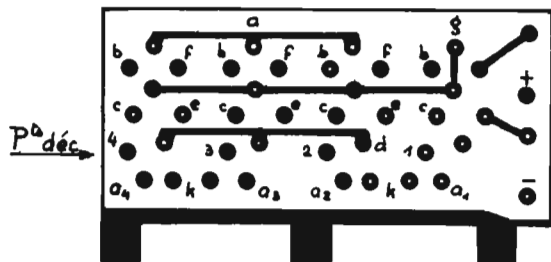

Fig. 36. - Plaquette C.
- Circuit C en simple face. (Support des afficheurs) figure 36.